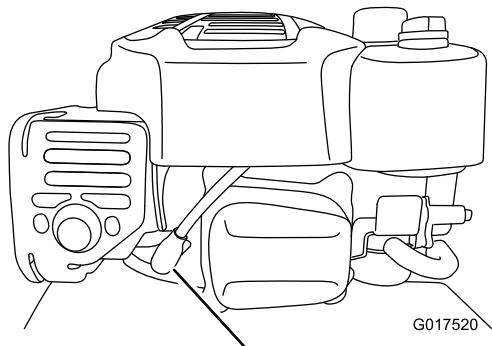

Figura 29
- Scollegate il cappellotto dalla candela (Figura 29).